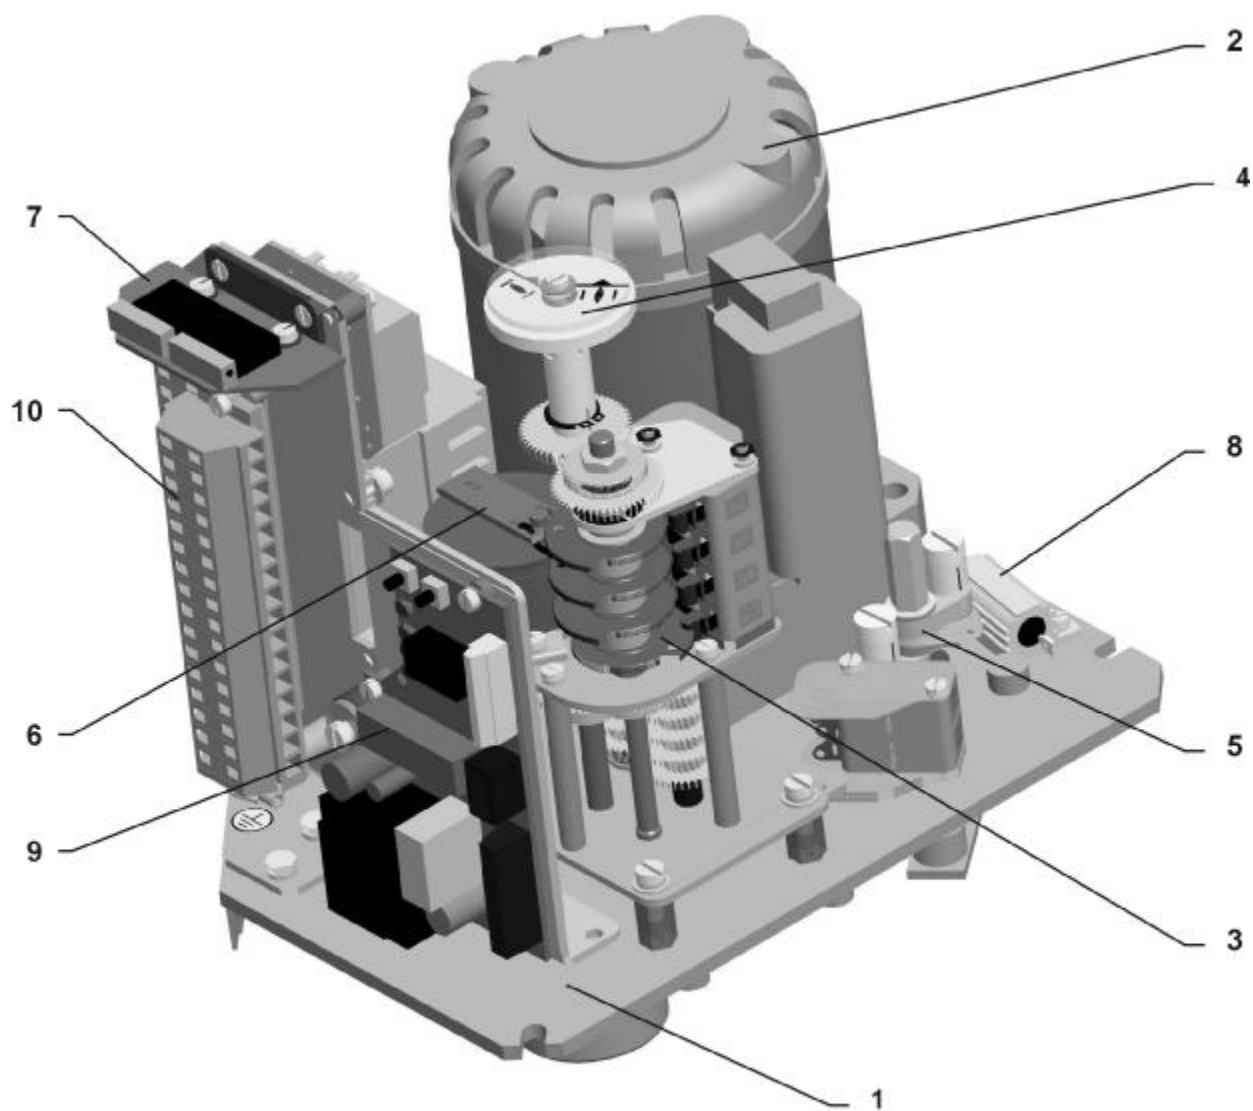

Рис.1
**Управляющая часть (рис. 1)** размещена на пульте управления (1), который содержит:
- электродвигатель (2) (в случае однофазного с конденсатором )
- моментную единицу (5) - управляемую аксиальным передвижением шнека
- узел положения и сигнализации (3) с датчиком положения (6) (сопротивления, емкостный или электронный датчик положения ) (7), и с механическим местным указателем положения (4)
- тепловое сопротивление (8) с температурным выключателем
- электрические присоединение с помощью клеммной колодки (10) (размещенных в пространстве управления) и кабельных концевых втулок , или конектора с концевыми втулками